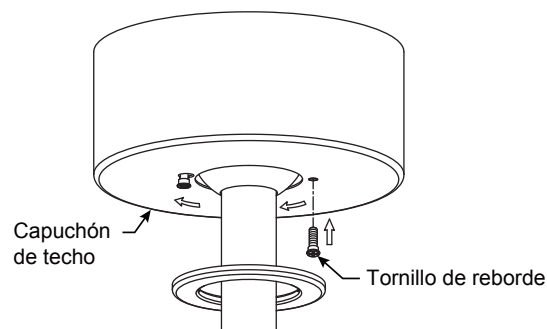

Figura 1
- ☐ 1. Instale la cubierta rotando la ranura clave en la cubierta sobre el tornillo de hombro del soporte del gancho, teniendo cuidado de no pillar los cables. Instale adecuadamente y fije el segundo tornillo de hombro que fue anteriormente guardado y fije el tornillo de hombro. (Figura 1)
- ☐ 1. Asegure las cinco aspas usando los 1/4"-20 tornillos con arandela de seguridad/arandela plana a través de los orificios ubicados en la parte inferior del motor. (Figura 1)